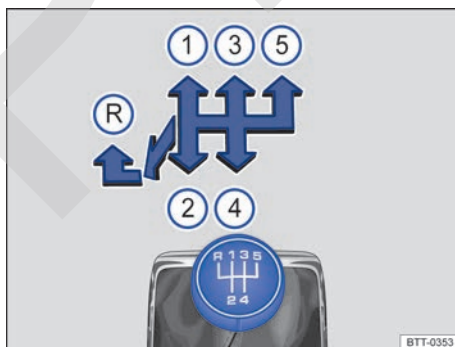
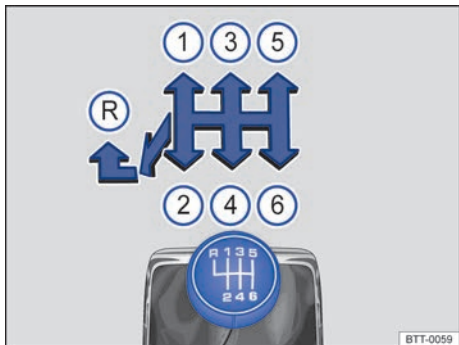

Fig. 134 Esquema de las marchas de un cambio manual de 5 marchas.
Fig. 135 Esquema de las marchas de un cambio manual de 6 marchas.
En la palanca de cambios están representadas las posiciones de cada una de las marchas → fig. 134 o → fig. 135.
- Mueva la palanca de cambios completamente hacia la izquierda y después hacia delante para situarla en la posición de la marcha atrás → fig. 134 Ⓜ o → fig. 135 Ⓜ.